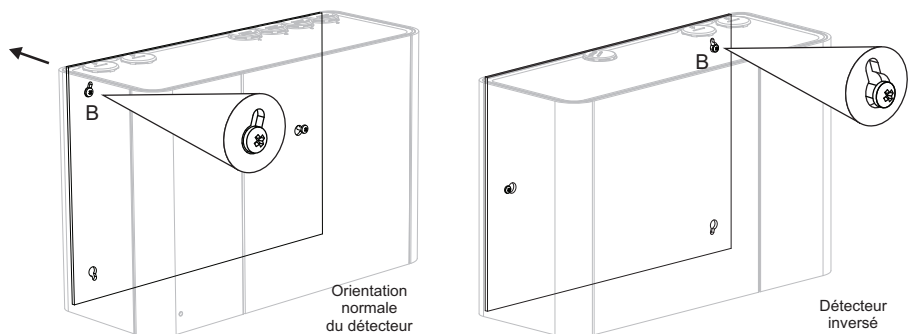

Figure 4-24: Placer le détecteur sur la deuxième vis
- Faites tourner le détecteur dans le sens des aiguilles d'une montre pour positionner l'extrémité de la fente supérieure gauche du détecteur (ou droite pour un détecteur inversé) sur la tête de vis B. Poussez le détecteur contre la paroi (Figure 4-24).